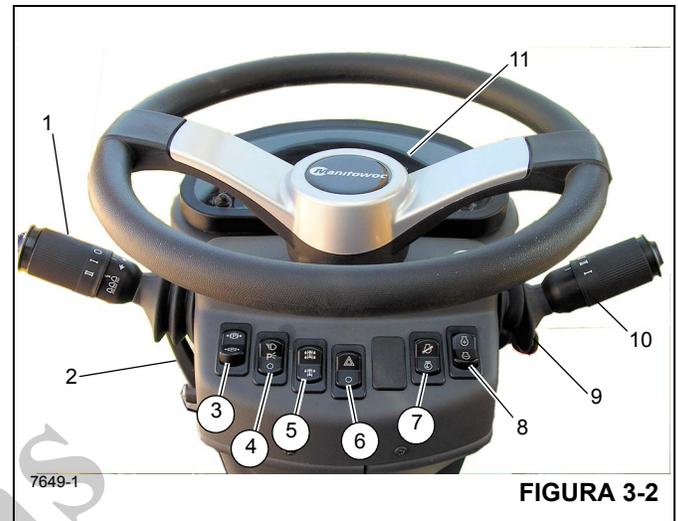

FIGURA 3-2
O conjunto da coluna de direção na Figura 3-2 é uma coluna de direção de pedestal inclinável e telescópica. Ele pode ser inclinado 30° para frente ou erguido verticalmente cerca de 2.5 pol. Ele inclui também a chave de ignição e o mostrador do indicador do barramento CAN (11) (Figura 3-2).
Números dos itens da Figura 3-2
A alavanca da sinaleira direcional e controles do limpador/lavador do para-brisa (1) (Figura 3-2) localizam-se no lado esquerdo da coluna de direção. Empurrar a alavanca da sinaleira direcional para baixo faz com a sinaleira direcional esquerda dianteira e a esquerda traseira pisquem. Empurrar a alavanca da sinaleira direcional para cima faz com a sinaleira direcional traseira direita e a dianteira direita pisquem.
A coluna de controle de direção pode ser girada aproximadamente 30° para frente e erguida cerca de 2.5 polegadas. Gire a alavanca de ajuste da coluna de direção (2) (Figura 3-2) no sentido anti-horário para liberar a coluna de direção para os ajustes; gire a alavanca de ajuste da coluna de direção (2) (Figura 3-2) no sentido horário para travar a coluna de direção no lugar.
A chave de controle do freio de estacionamento (3) (Figura 3-2) localiza-se na frente da coluna de direção. Esta chave de duas posições (Liga/Desliga) é usada para acionar e liberar o freio de estacionamento no conjunto motor-transmissão. A luz indicadora do freio de estacionamento na coluna de direção acende quando a chave de pressão no sistema de liberação do freio for ativada e o freio for aplicado.
A chave dos faróis (4) (Figura 3-2) localiza-se na frente da coluna de direção. Esta chave de três posições (OFF/PARK/HEADLIGHT) (DESLIGA/ESTACIONAMENTO/FAROL) controla a operação das luzes dos instrumentos, dos LEDs das chaves e das luzes do marcador na dianteira, traseira e na lateral do guindaste. Quando a chave estiver na posição Ligada, as luzes da coluna da direção e da chave acendem.
A chave seletora do eixo de tração (5) (Figura 3-2) localiza-se na frente da coluna de direção. Esta chave de duas posições é identificada como tração nas duas rodas (faixa alta) e tração nas quatro rodas (faixa baixa). A chave controla uma válvula solenoide (energizada pela tração em duas rodas) que opera a faixa de velocidade e os cilindros de desconexão do eixo da transmissão. Quando a chave é colocada na posição de tração nas quatro rodas, a luz indicadora do eixo de tração na coluna de direção acende.
A chave seletora das luzes de perigo (6) (Figura 3-2) localiza-se na frente da coluna de direção. A chave tem duas posições (ON/OFF) que fazem com que as quatro luzes da sinaleira direcional pisquem ao mesmo tempo quando a chave é posicionado em ON. Quando a chave estiver na posição Ligada, as luzes indicadoras da sinaleira direcional na coluna de direção piscam.
A chave de diagnóstico/controle da rotação do motor (7) (Figura 3-2) é uma chave de duas posições fixas (ON/OFF) (Liga/Desliga) usada para acessar os códigos de falha do motor ou para ativar o controle de baixa rotação do motor e as funções de rotação do motor.
Função de diagnóstico — Com a chave de ignição na posição RUN (Funcionar) e o motor desligado, pressione a parte superior da chave de diagnóstico/controle da rotação do motor para visualizar os códigos de falha do motor no mostrador da coluna de direção. Se houver mais de um código de falha do motor ativo, use a chave de incremento/decremento (8) (Figura 3-2) para avançar e retroceder os códigos de falha. Se não houver códigos de falha do motor, o mostrador da coluna de direção indicará zeros.
Função da baixa rotação do motor — Com o motor funcionando e a parte superior da chave de diagnóstico/controle de rotação do motor pressionada, a baixa rotação do motor é ajustada por meio da chave de incremento/decremento (8) (Figura 3-2).
Função da rotação do motor — Com o motor funcionando e a parte inferior da chave de diagnóstico/controle de rotação do motor pressionada, a rotação do motor é ajustada por meio da chave de incremento/decremento (8) (Figura 3-2).
A chave de incremento/decremento (8) (Figura 3-2) é uma chave temporária de três posições em que a posição central fixa é a posição desligada. Use esta chave para avançar e retroceder os códigos de falha ativos ou ajustar a rotação do motor.
Função de diagnóstico — Com a chave de ignição na posição RUN (Funcionar), o motor desligado e a parte superior da chave de diagnóstico/controle da rotação do motor (7) (Figura 3-2) pressionada, pressione a parte superior ou inferior da chave de incremento/decremento para avançar ou retroceder os códigos de falha ativos indicados no mostra-
Função de rotação baixa do motor — Com o motor funcionando e a parte superior da chave de diagnóstico/controle da rotação do motor (7) (Figura 3-2) pressionada, pressione a parte superior ou inferior da chave de incremento/decremento para aumentar ou diminuir a baixa rotação do motor.
Função da rotação do motor — Com o motor funcionando e a parte inferior da chave de diagnóstico/controle de rotação do motor (7) (Figura 3-2) pressionada, a rotação do motor é ajustada por meio da chave de incremento/decremento. Pressione rapidamente a parte superior da chave uma vez para ir para rotação máxima; pressione rapidamente a parte inferior do chave para retornar à baixa rotação. Se a rotação do motor estiver abaixo do ajuste máximo da rotação, manter pressionada a parte superior da chave aumenta lentamente a rotação do motor; libere a chave depois de atingir a rotação desejada. Se a rotação do motor estiver acima do ajuste mínimo da rotação, manter pressionada a parte inferior da chave diminui lentamente a rotação do motor; libere a chave depois de atingir a rotação desejada.
A alavanca de câmbio (10) (Figura 3-2) localiza-se no lado direito da coluna de direção. A alavanca de controle aciona a válvula seletora da transmissão eletricamente. Posicionar a alavanca para cima aciona o avanço e posicionar a alavanca para baixo aciona a ré. Quando a alavanca está em neutro, ela permanece em um recorte. Para movimentar a alavanca para cima ou para baixo, puxe primeiro a alavanca para trás. Para mudar a transmissão para primeira, segunda ou terceira marcha, gire o botão para 1, 2 ou 3.